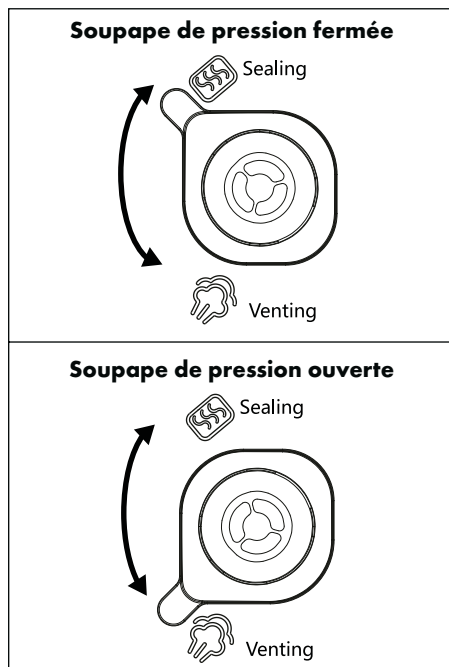

Fig. 6
- Lorsque vous souhaitez réaliser un programme sous pression, la soupape de pression **1** doit être fermée jusqu'à la fin de la cuisson : pour fermer, tournez la soupape de pression **1** de manière à ce que le bouton de réglage pointe sur  **Sealing** (fig. 6). Vous pouvez voir dans le chapitre "**Utilisation des programmes**" si un programme fonctionne avec ou sans pression.
- Lorsque vous souhaitez réaliser un programme sans pression, la soupape de pression **1** doit être ouverte (à l'exception ici du programme **Pâtisserie 15**) : tournez pour cela la soupape de pression **1** de manière à ce que le bouton de réglage pointe sur  **Venting** (fig. 6). Vous pouvez voir dans le chapitre "**Utilisation des programmes**" si un programme fonctionne avec ou sans pression.